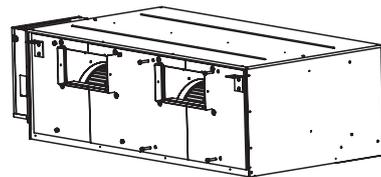

Рисунок 10.10
- 4) После этого один работник поддерживает узел снизу, а второй заворачивает винты М8, чтобы закрепить узел на передней панели. (Рисунок 10.10)